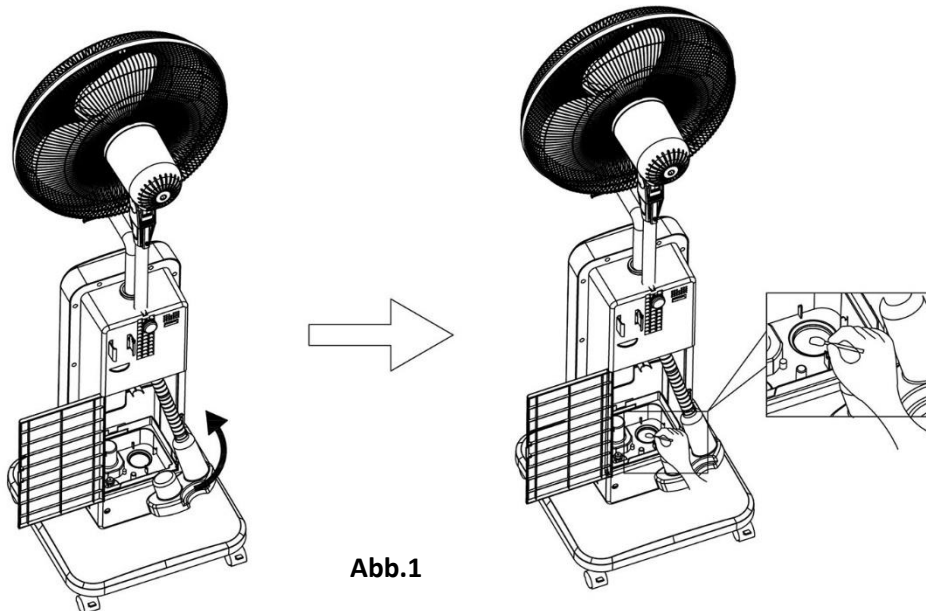

Abb.1
4. Den Ultraschall-Rüttler behutsam mit einem in Reinigungsmittel getunktem Wattebausch abwischen. (Abb.1)